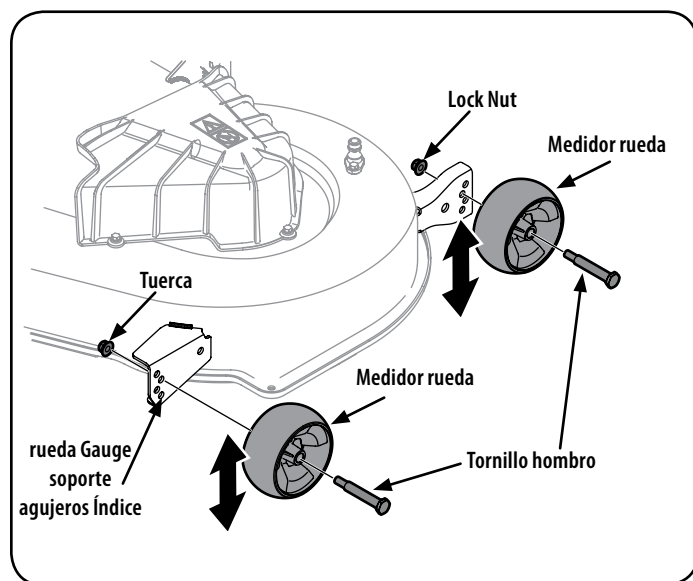

Figura 13
2. Retire la tuerca de seguridad con brida que fija el perno con reborde de la rueda de calibración delantera a la plataforma. Retire la rueda de calibración y el perno con reborde. Consulte la Figura 13.